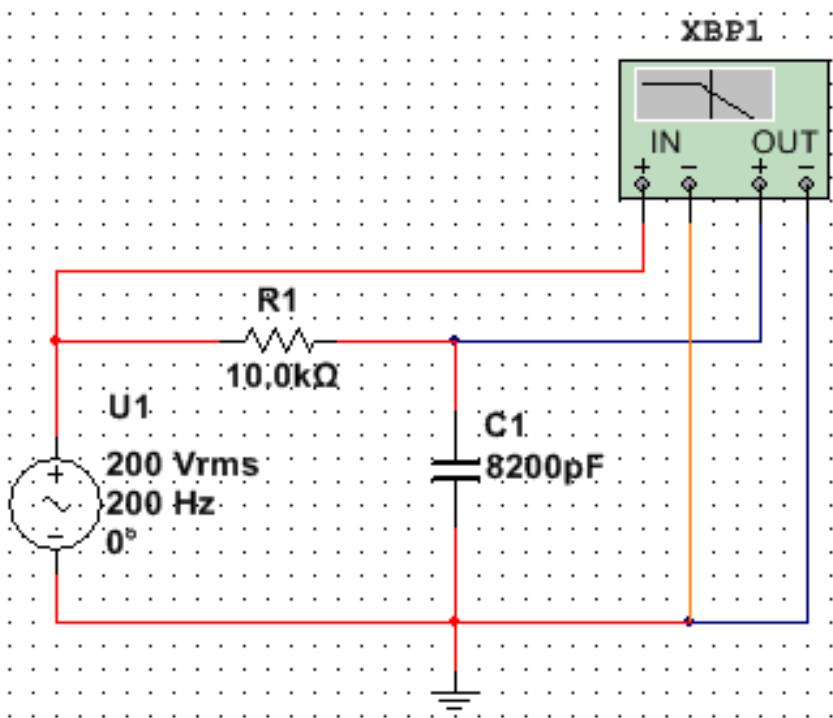

Рис. 2.6.5. Схема для измерения АЧХ и ФЧХ плottтером Боде
- Соберите на рабочей области схему, показанную на рис. 2.6.5. Теперь вместо двухканального осциллографа нужно подключить плоттер Боде.
- Соедините плоттер Боде проводниками, как на рис. 2.6.5.